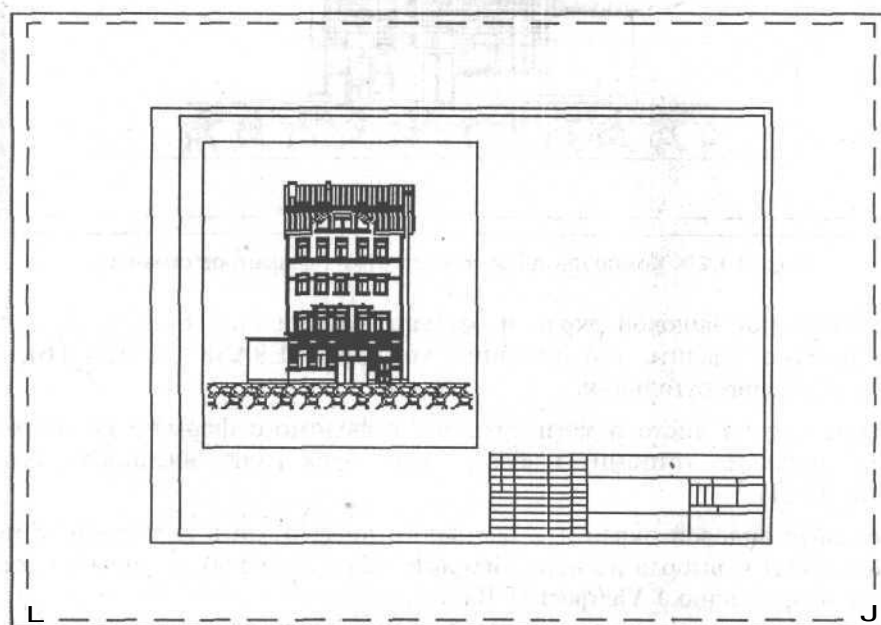

Рис. 19.22. Компоновка чертежа после создания первого видового экрана
6. Создайте видовой экран для основного вида, открыв выпадающее меню **View** (Вид) и выбрав из него **Viewports** (Видеоэкраны), а затем из дополнительного меню **1 Viewport** (1 Видеоэкран), и по запросам команды указав два угла прямоугольного видеоэкрана. В плавающем видовом экране появится изображение модели в неизвестном масштабе (рис. 19.22).